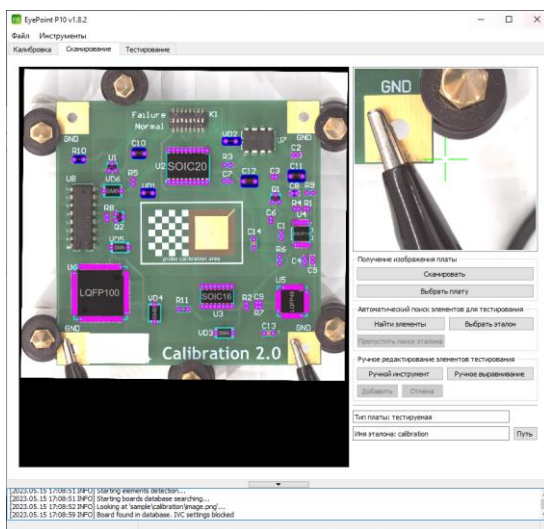

Рисунок 25. Результат автоматического наложения эталона на тестовую плату в ПО EyePoint P10.
3. По завершении процесса наложения эталона, все контакты электронных компонентов выделяются контрастными фиолетовыми точками (Рисунок 25).